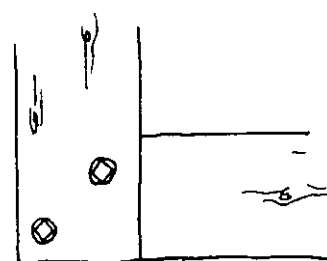

Fig. 22. Fyrkantig pinn.
- Fyrkantig pinn (fig. 22) sätts diagonalt i fiberriktningen.